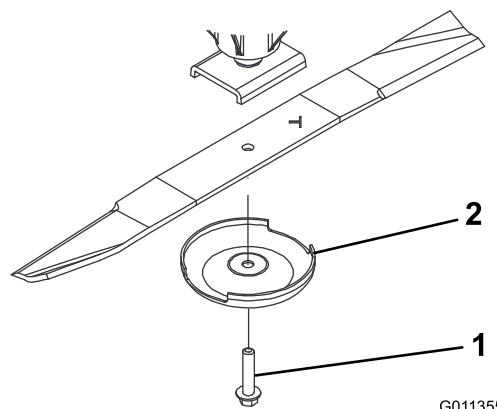

Figure 73
3. Enlevez le boulon, la coupelle de protection et la lame de l'axe de pivot (Figure 73).